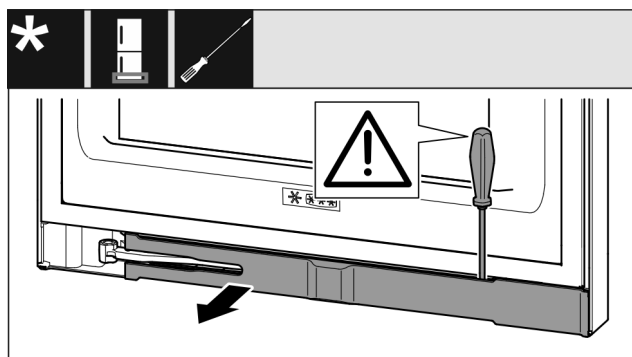

Fig. 13
- Avaa paneelin ruuvit uraruuvimeisselillä ja käännä paneeli sivuun Fig. 13 ().